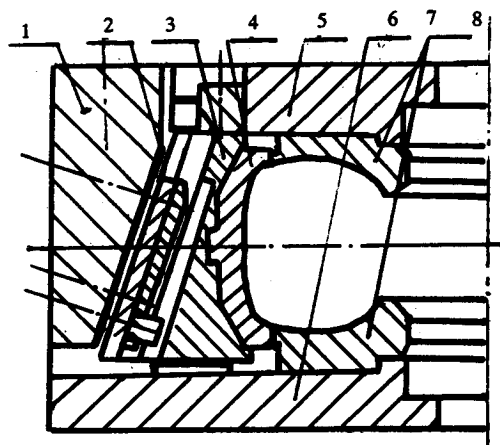

图7 新型圆锥面导向式向心机构
我厂与沈阳模具厂联合研制设计的新型圆锥面导向式向心机构见图7。它具有以下几个特点:①中套驱动弓形座的结构采用沈阳模具厂引进的AZ公司的结构形式;②活络模块的上侧板安装吸收了倍耐力公司的结构,把它直接安装在热板上,热板与上侧板一起运动,一方面减少了热阻,传热效果好,另一方面便于卸胎;③上热板及上侧板驱动采用倍耐力公司的结构,由原来在硫化机横梁上面安装气缸驱动,改为在硫化机横梁前后加两个小气缸驱动,维修方便;④中套采用整体式铸造加工,并在上面设计安装有上热板上下运动的导向销钉,便于加工,减少变形,增强定位性。该结构的产品已在我厂使用2年多,效果较为理想。